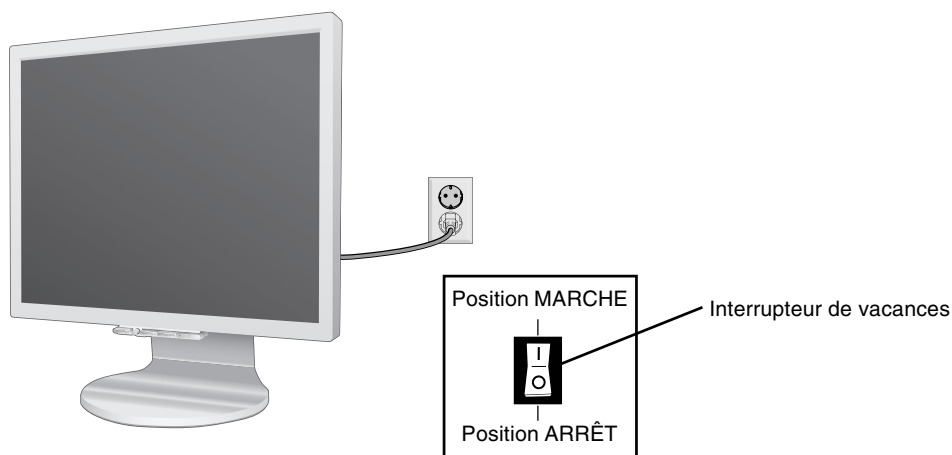

Figure D.1
10. Connectez le cordon d'alimentation à la prise de courant (**Figure D.1**).
11. L'interrupteur de vacances situé à l'arrière du moniteur doit être allumé (**Figure D.1**). Allumez le moniteur avec le bouton d'alimentation situé à l'avant ainsi que l'ordinateur.